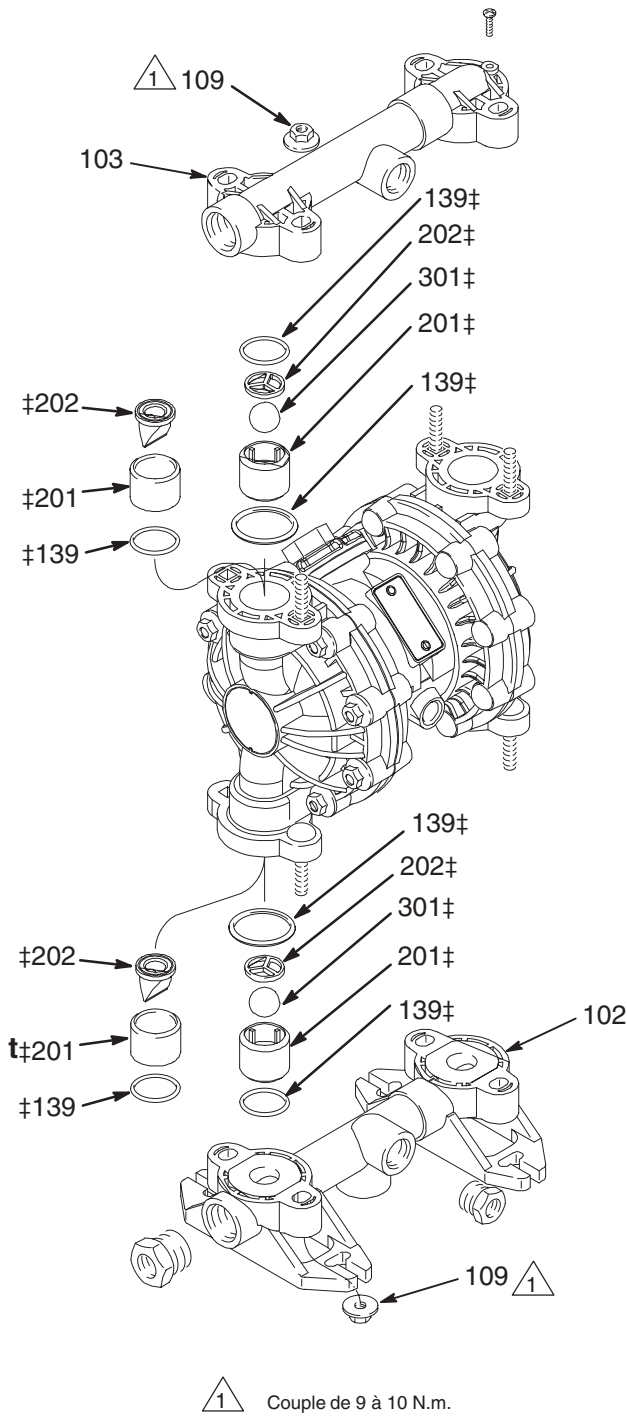

Fig. 7
**REMARQUE:** Il existe un kit de réparation D05XXX pour la section produit. Voir la page 21 pour commander le bon kit pour votre pompe. Les pièces comprises dans le kit sont repérées par une double croix (‡) sur les Fig. 7 et 8 et sur les vues éclatées et les listes de pièces. Avec le kit sont fournies une graisse universelle 111920 et de la colle 113500.
3. Enlever toutes les pièces repérées par une croix (‡) sur les Fig. 7 et 8.
**REMARQUE:** Serrer les écrous (109) ou vis (105) du collecteur entre 9 et 10 N.m.
2. Démonter les collecteurs (102 et 103) et les capots produit (101).
**REMARQUE:** Veiller à ce que toutes les pièces des vannes anti-retour restent en place. Voir Fig. 7, page 15.
3. Démonter l'un des disques de maintien membrane (105) côté produit (la première qui viendra après les avoir desserrées avec une clé) et extraire l'axe de la membrane de la partie centrale (11).
4. À l'aide d'une clé placée sur les méplats de l'axe (15), enlever l'autre disque de maintien côté produit (105) de l'axe de la membrane.
5. Enlever les vis (106), les capots d'air gauche (114) et droit (113) et éliminer les parties du joint (12) adhérent à la partie centrale (11) et à la surface des capots d'air.
6. Enlever les joints en U (416) sur l'axe de la membrane et les joints toriques de la tige-pilote (1).
**REMARQUE:** L'inscription "CÔTÉ AIR" sur la membrane (401) et le côté plat du disque de maintien de la membrane (6) doivent être orientés du côté de l'axe de la membrane (15).
6. Enduire l'axe de la membrane (15) de graisse et introduire avec précaution (ne pas détériorer les joints en U de l'axe de la membrane) l'axe (15) dans l'alésage de la partie centrale (11).
7. Répéter l'opération 5 pour l'autre extrémité de l'axe de la membrane (15) et serrer les disques de maintien de la membrane (105) entre 9 et 10 N.m à 100 tr/mn. maximum.
8. Montage du silencieux (3).
9. S'assurer que toutes les pièces des vannes anti-retour sont bien en place. Voir Fig. 7, page 15.
10. Remettre les capots produit (101) et les collecteurs (102 et 103) en place et serrer les écrous du capot produit et des collecteurs (109) entre 9 et 10 N.m.